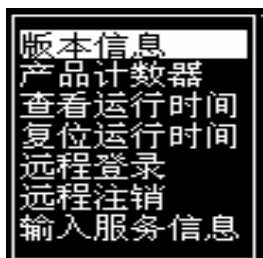

图 4-14: 数据记录菜单
通过 *Data Logging* (数据记录) 菜单 (图 4-14), 您可以访问喷码机工作数据, 同时可以远程访问这些数据。
- 1 打开 *Data Logging* (数据记录) 菜单 (参见第 4-10 页的图 4-14)。